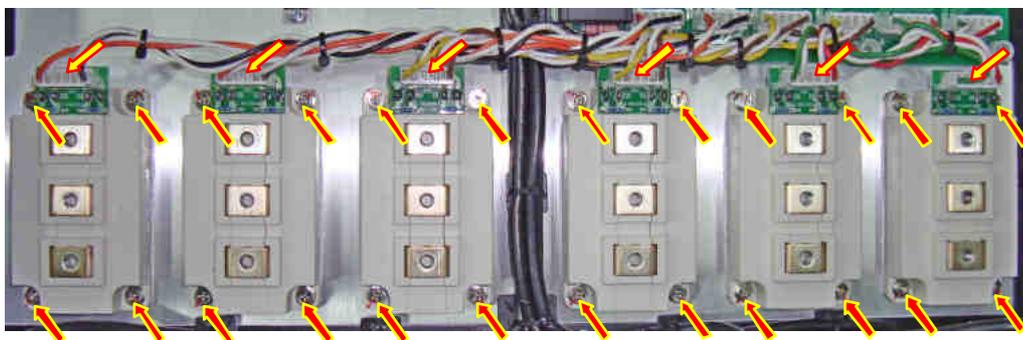

Рис. 6.32.
6.18.1. Отсоединить от выходных модулей IGBT разъемы жгутов управления (рис. 6.32, желтые стрелки) и вкрутить 24 винта крепления модулей IGBT к радиатору (рис. 6.32, красные стрелки). Винты положить в тару. Демонтировать модули IGBT и положить их в тару.